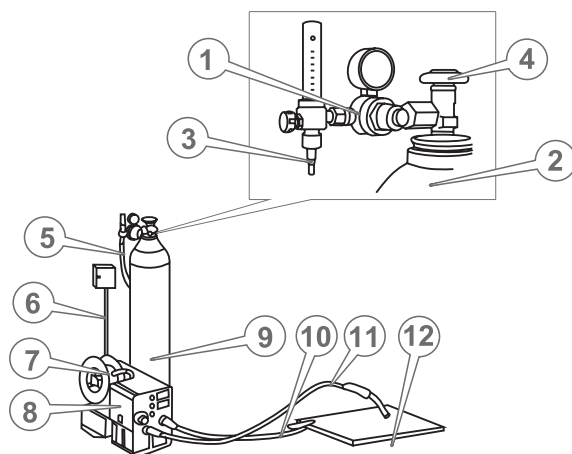

Рисунок 7. Схема під'єднання обладнання для роботи в режимі напівавтоматичного дугового зварювання із використанням середовища захисного газу.
- під'єднати зварювальний газовий редуктор до балона із захисним газом і надійно затягнути гайку (рис. 7);
- під'єднати газовий рукав до штуцера редуктора балона і надійно закріпити хомутом (поставляється разом з редуктором) (рис. 7);
- під'єднати газовий рукав іншим кінцем до штуцера «Під'єднання газу» (11, рис. 1) зварювального апарата і надійно закріпити хомутом (поставляється разом з редуктором) (рис. 7);
14. Відкрити клапан балону із захисним газом, повернувши вентиль проти ходу годинникової стрілки (рис. 7). Витрату захисних газів рекомендується встановлювати на газовому редукторі 0,85-1,00 м³/год під тиском 0,138-0,207 МПа.